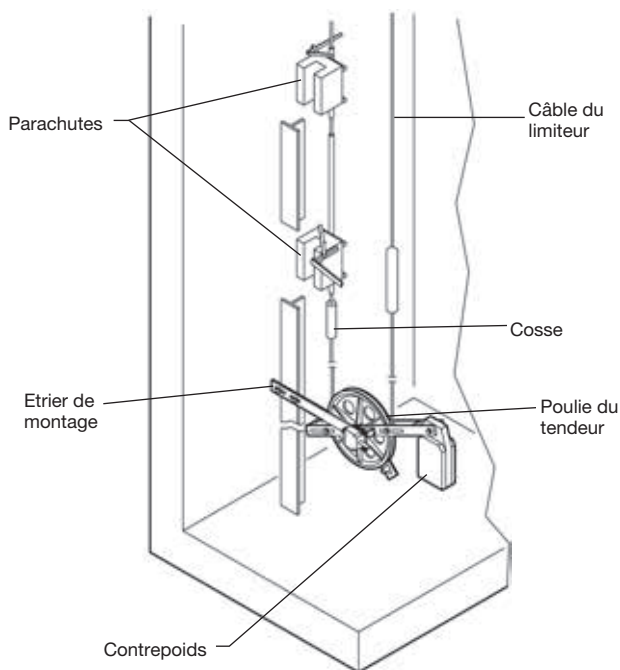

Fig. 1
- en aucun cas, le contrepoids ne doit être au contact du sol (Fig. 1 et 2); dans le cas contraire, le limiteur de vitesse est mis hors service.
- Equiper la première extrémité du câble de la cosse (Fig. 1 et 2) et la monter au parachute.